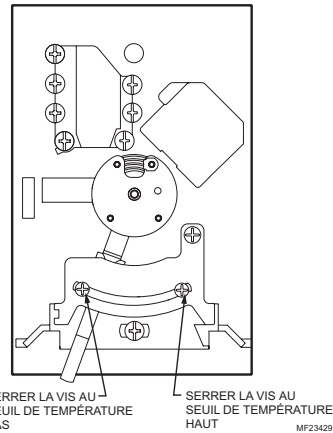

Fig. 3. Positionnement des butées de réglage sur le thermostat.
11. Serrer les vis de réglage de la gamme de température. Voir la Fig. 3.